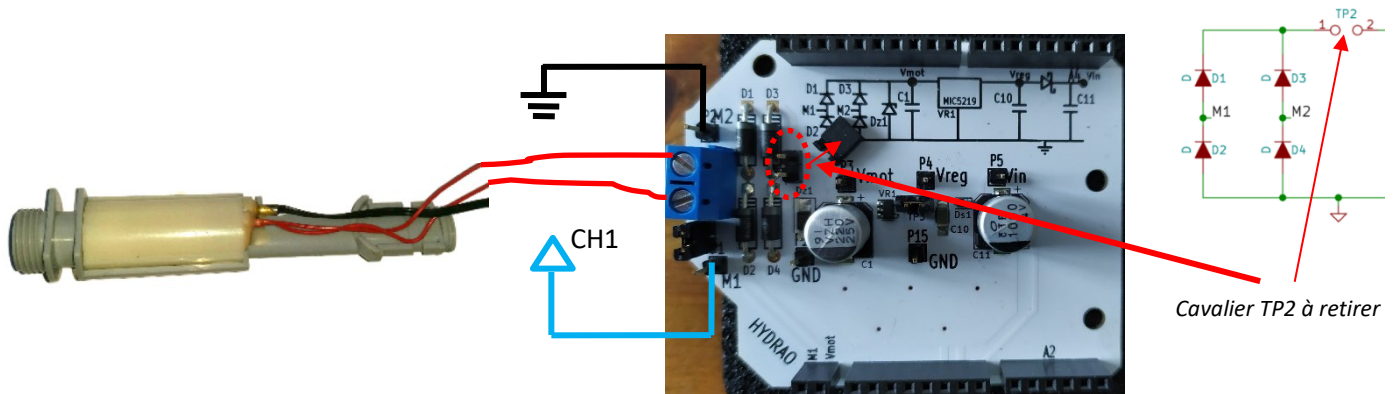

Figure 1 : Mesure de  $U_{go}$  à vide
- Réalisez un relevé à l'oscilloscope de la tension générée entre M1 et M2 à vide notée  $U_{g0}$ . Il faut pour cela garder retiré le cavalier TP2 pour déconnecter les composants en aval du Pont. Voir montage en figure 1.